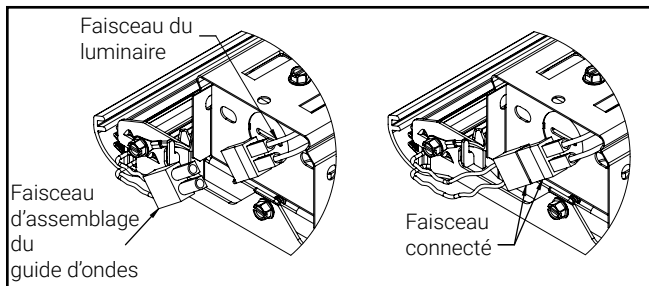

Figure 5
- Connectez ensemble les connecteurs du faisceau de fils à DEL. (Figure 5)